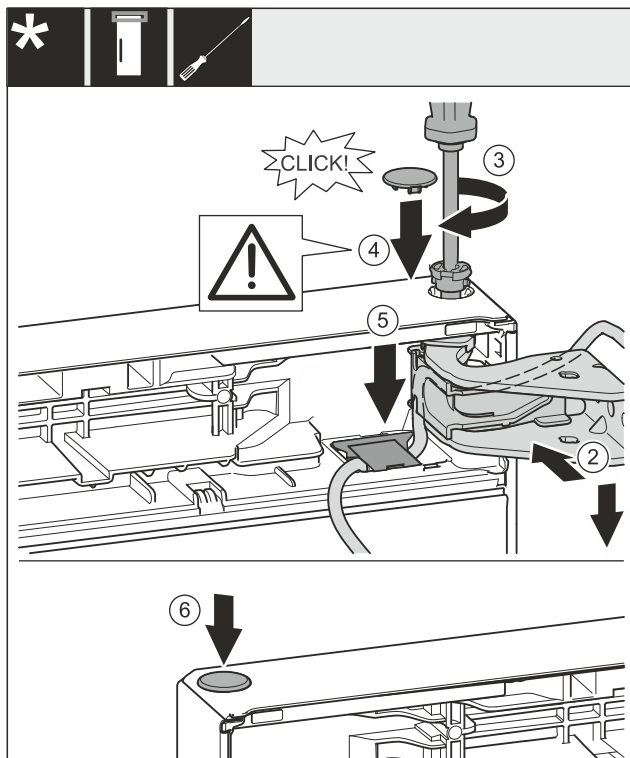

Fig. 31
- ▶ Dvere hore vyrovnajte s otvorom v ložiskovej konzole. Fig. 31 (2)
- ▶ Vložte čap a pevne ho priskrutkujte skrutkovačom T15. Fig. 31 (3)
- ▶ Namontujte poistný kryt pre poistku dverí: nasadíte poistný kryt a skontrolujte, či prilieha ku dverám. Inak čap vložte úplne. Fig. 31 (4)
- ▶ Nasadíte kryt a zatlačíte nadol, kým nezapadne. Fig. 31 (5)
- ▶ Nasadíte zátku. Fig. 31 (6)